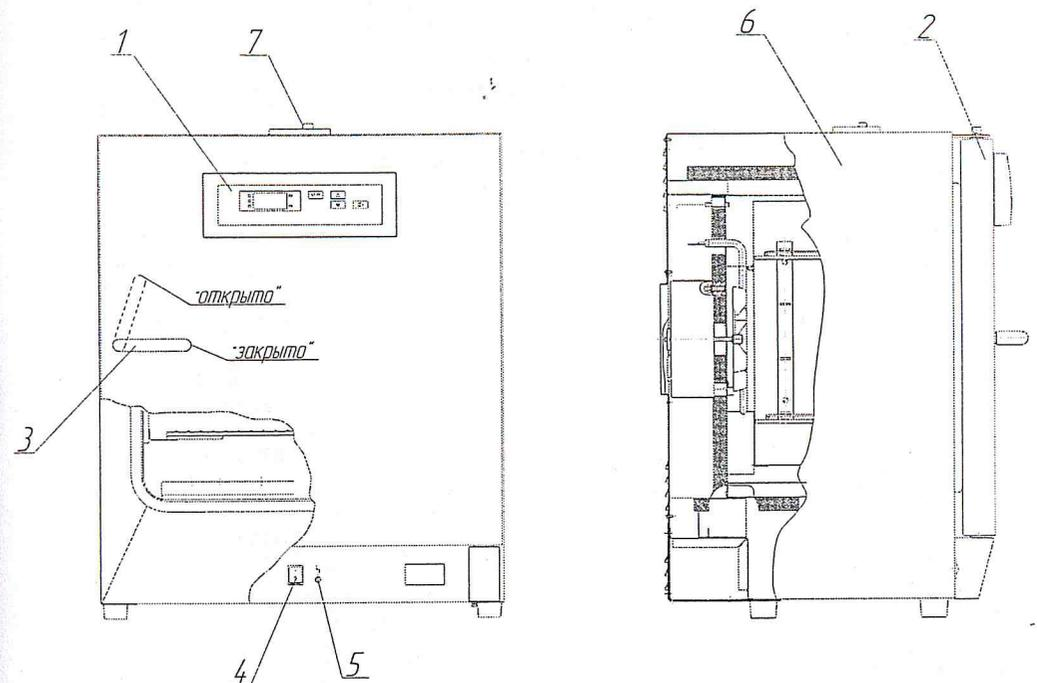
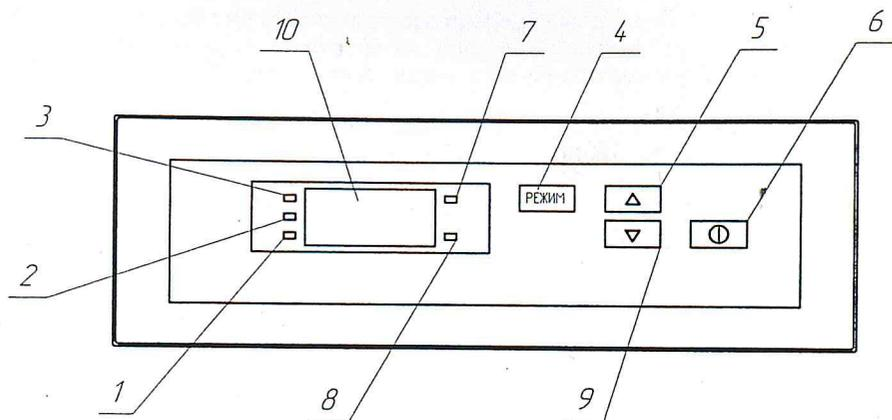

Рисунок 1 – Стерилизаторы ГП-40-Ох-«ПЗ», ГП-80-Ох-«ПЗ»
Рисунок 2 – Расположение органов управления стерилизаторами на блоке управления
Управление процессом стерилизации осуществляется с панели блока управления (см. рисунок 2). Датчик температуры размещён внутри стерилизационной камеры и подключен к плате управления и индикации. Термодатчик реле температуры, предназначенный для защиты медицинских изделий от перегрева при неисправностях в электрической схеме, размещен на задней стенке камеры.
Установить выключатель (поз.4, рис. 1) в положение "I". На блоке управления загорится индикатор (поз.7, рис. 2), показывающий текущую температуру в стерилизационной камере.
Для запуска выбранной программы кратковременно (не более 2 сек) нажать на поле "Ⓢ" (поз.6, рис. 2). Стерилизатор перейдет в фазу «ПОДГОТОВКА». Информационное табло индицирует изменение температуры в камере. Происходит нагрев до установленного значения температуры.
При достижении заданной температуры стерилизатор переходит в фазу «СТЕРИЛИЗАЦИЯ»*. Включается светодиодный индикатор "СТЕРИЛИЗАЦИЯ" (поз.3, рис. 2), информационное табло попеременно индицирует время выдержки и текущую температуру в камере. Происходит выдержка при заданной температуре, по истечении которой стерилизатор переходит в фазу «ОХЛАЖДЕНИЕ».
В фазе «ОХЛАЖДЕНИЕ» индикатор продолжает показывать изменение температуры в камере и горит индикатор "ОХЛАЖДЕНИЕ" (поз.2, рис. 2). Температура в камере падает. При понижении температуры до 75°C гаснет индикатор "ОХЛАЖДЕНИЕ", загорается индикатор "ВЫГРУЗКА" (поз.1, рис. 2) и звучит прерывистый звуковой сигнал, который выключается через 1 минуту.
2.3.1 Установить выключатель (поз.4, рис. 1) в положение "I". На блоке управления загорится индикатор (поз.7, рис. 2), показывающий текущую температуру в стерилизационной камере.
В алгоритм управляющей программы стерилизатора заложена возможность автоматического запуска прерванной (в результате кратковременного пропадания питающего напряжения) программы. Если после включения произошел автоматический запуск программы, то для ее остановки необходимо нажать на поле "Ⓢ" (поз.6, рис.2) и удерживать в течение 3 секунд.